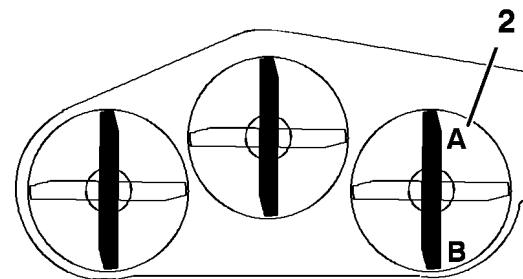

Figura 79
- Coloque la cuchilla derecha en posición longitudinal (Figura 79).
- Mida la cuchilla derecha en la posición A desde una superficie nivelada hasta el filo de corte del extremo de la cuchilla (Figura 79).
4. Mida la cuchilla derecha en la posición **B** desde una superficie nivelada hasta el filo de corte del extremo de la cuchilla (Figura 79).
6. La cuchilla del cortacésped debe estar entre 6 y 10 mm más baja en la posición **A** que en la posición **B** (Figura 79). Si no es correcta la distancia, continúe con los pasos siguientes.